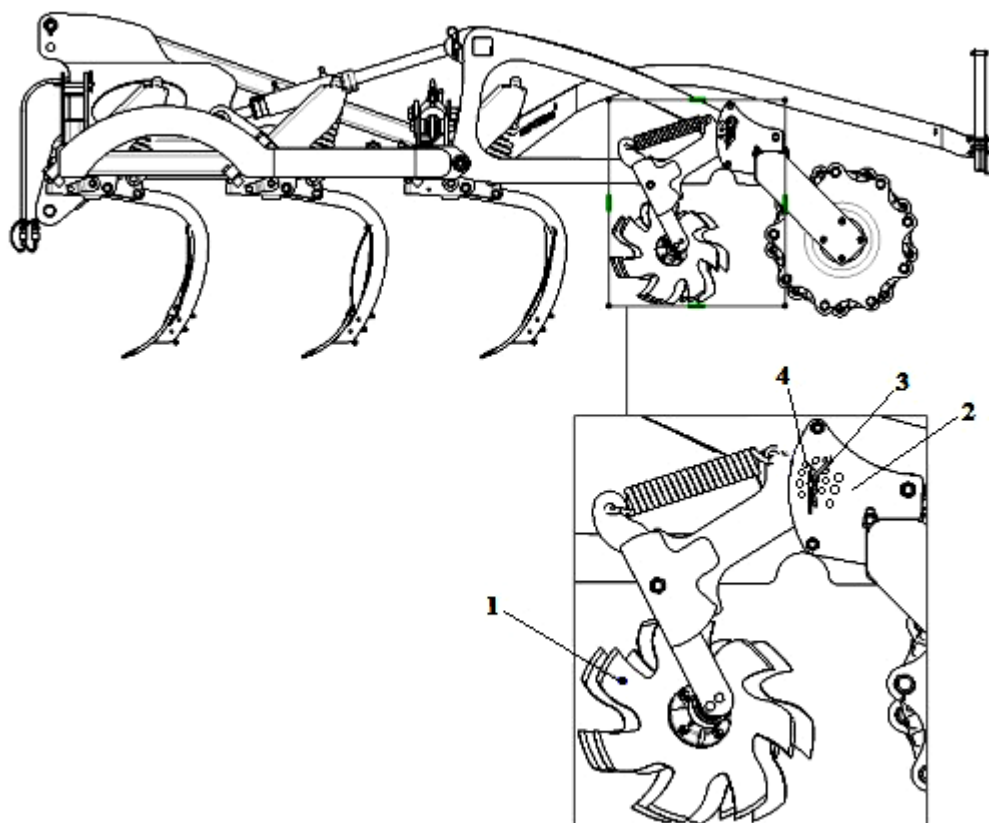

Рисунок 12.
Регулировка высоты расположения выравнивающих дисков осуществляется путем их перемещения вверх или вниз и фиксации стопорным пальцем (1) (рис. 12) в отверстии (3) настройки сектора, удовлетворяющем величину высоты расположения.